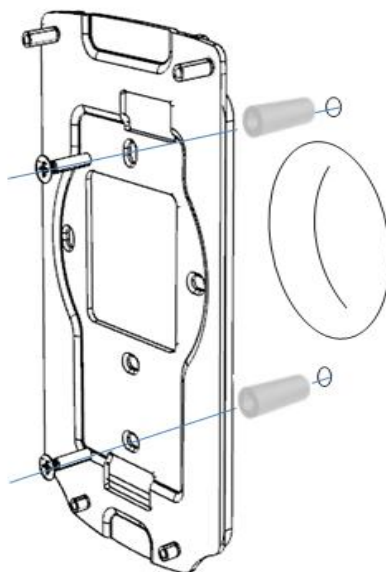

Figure 8 : Fixation de la tôle murale
3. Percer dans le mur 2 trous adaptés aux chevilles et y insérer les chevilles (voir Figure 7 et Figure 8).
4. Rapprocher la tôle murale du mur, face aux 2 trous percés dans le mur (voir Figure 8).
5. Fixer la tôle murale à l'aide de 2 vis adaptées aux chevilles (diamètre Max : 3,5 mm, longueur 30 mm) (voir Figure 8). Utiliser les 2 futs de vis supérieurs pour obtenir une mise à l'horizontale de la plaque murale correcte.